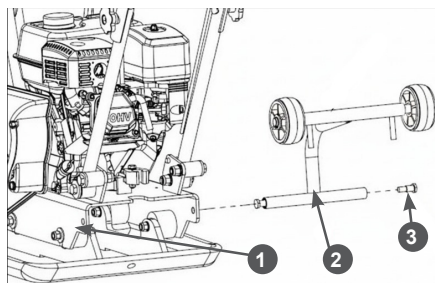

Рис. 6. Установка транспортировочной тележки
- a. Совместите отверстия в тележке 2 и раме виброплиты 1, вставьте в отверстия болты 3 из комплекта и закрутите их (Рис. 6).